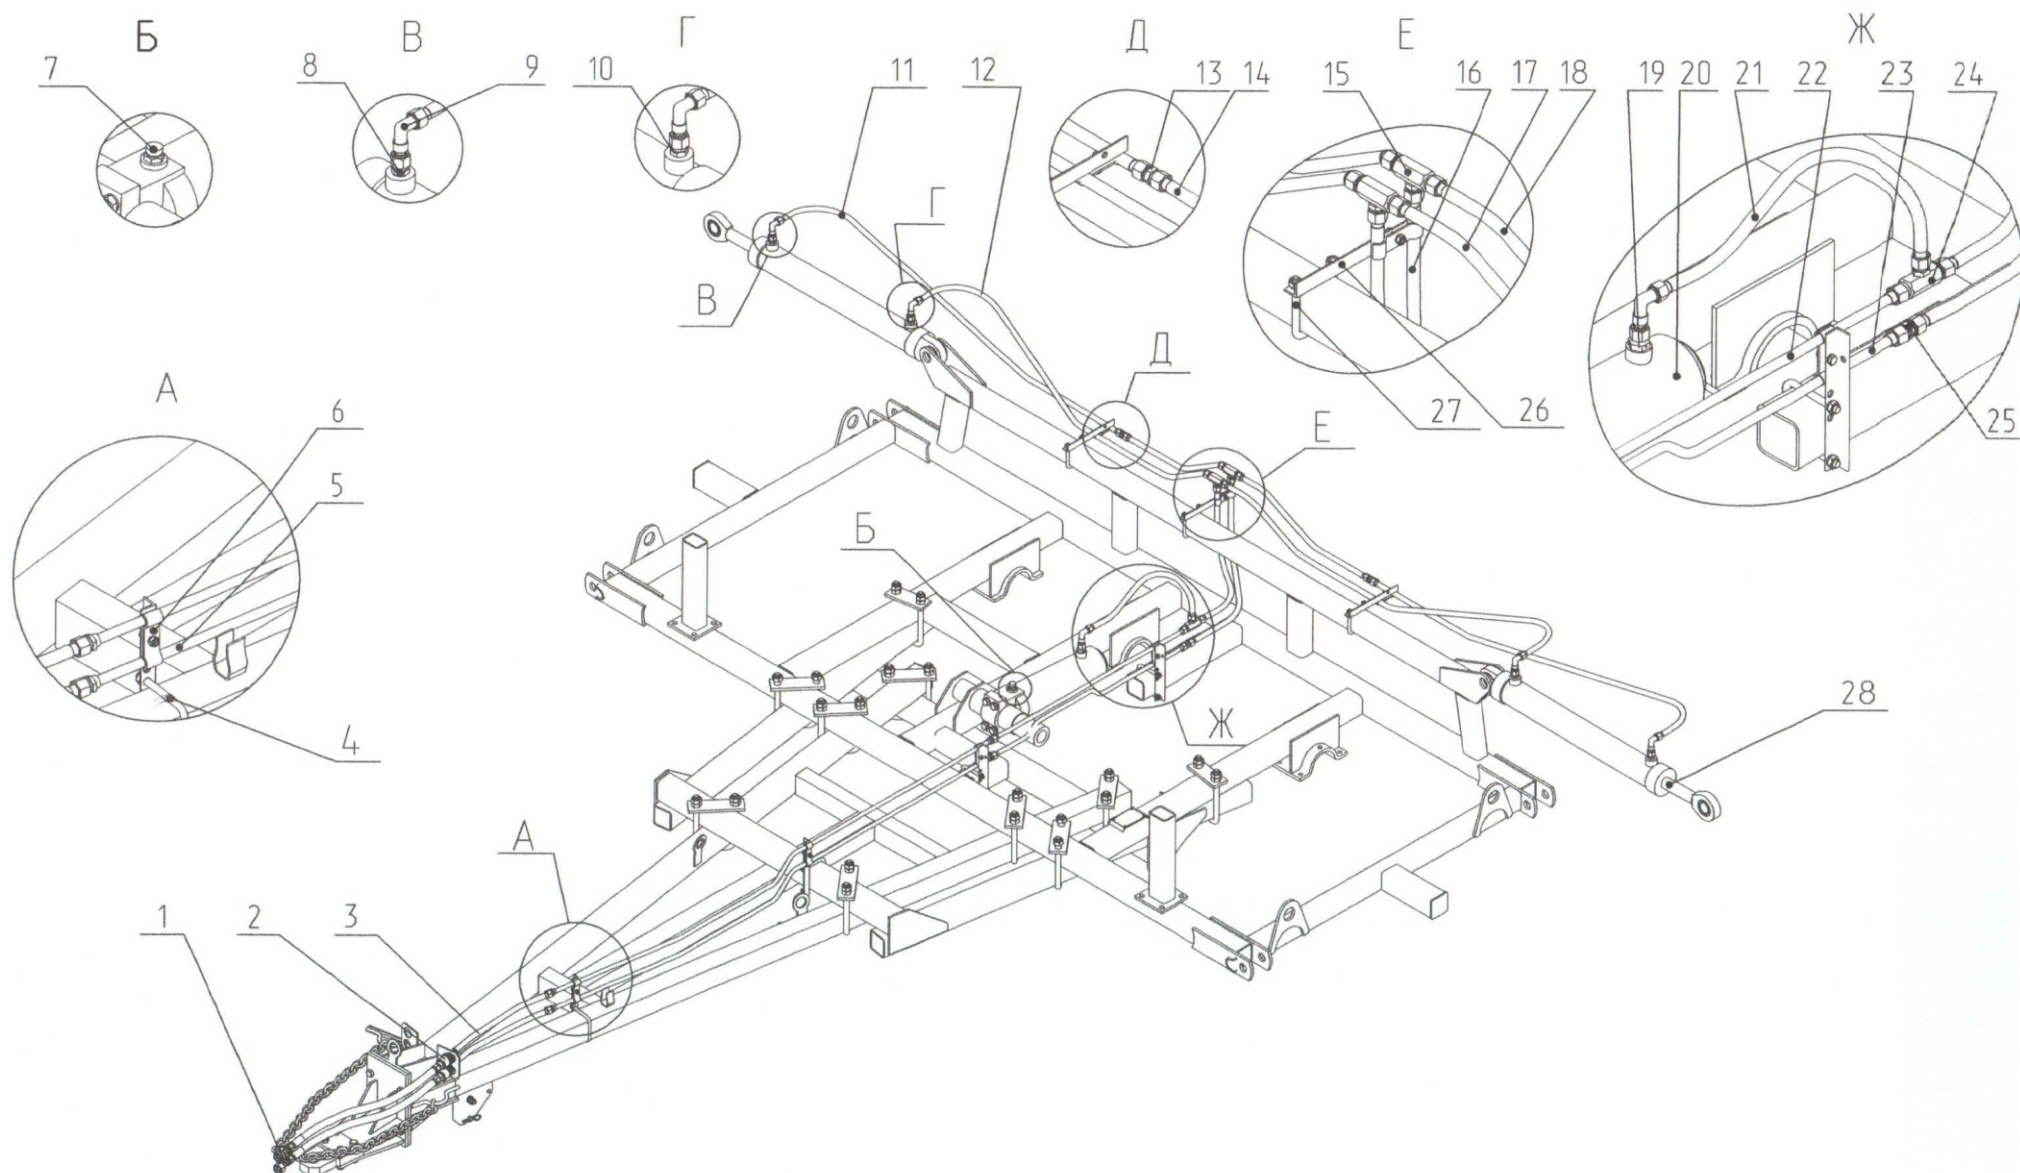

Рис.15 Гидросистема культиватора КСП-8
3.9. Гидросистема культиватора (Рис.15) состоит из трех гидроцилиндров с одной парой выводов к трактору.